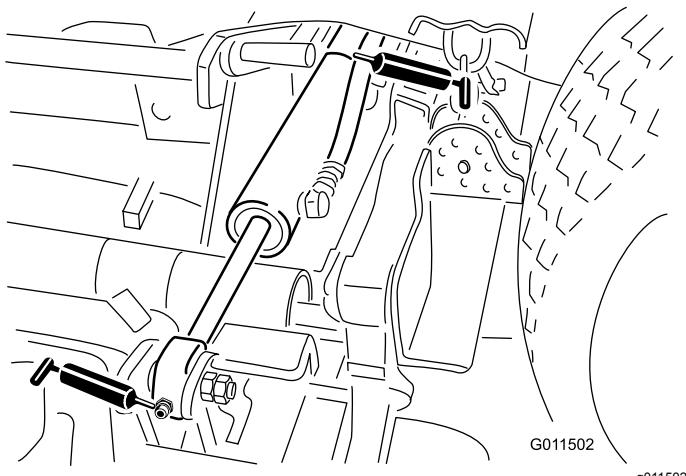

**Figura 74**
- Um casquilho de eixo da forquilha da roda giratória (Figura 74)